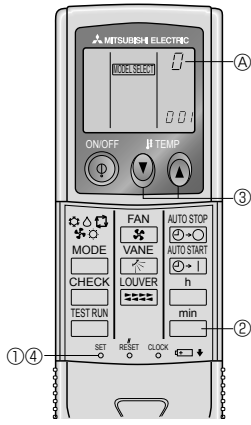

Fig. 6-8
5) Her üniteye bir uzaktan kumanda ünitesinin tahsis edilmesi (Fig. 6-8)